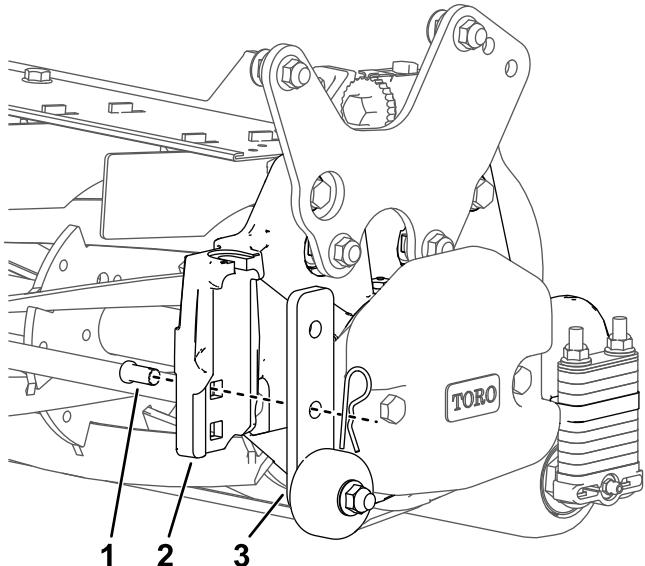

Figure 19
- Relevez les supports des galets d'atelier après avoir relevé l'unité de coupe en position d'utilisation (Figure 19).